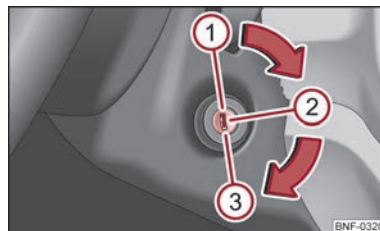

Bild 58 Positioner för bilnyckeln i tändningslåset
Motorn stängs av genom att tändningsnyckeln vrids till läge ① ⇒ bild 58.